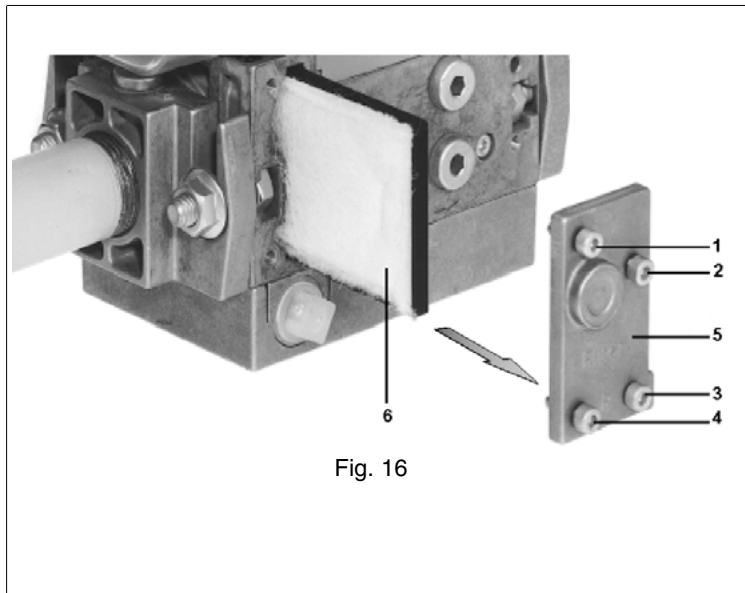

Fig. 16
- 2 Desenroscar los tornillos 1, 2, 3, 4 con la llave de macho hexagonal núm. 3, y retirar la tapa del filtro 5 (Fig. 16).